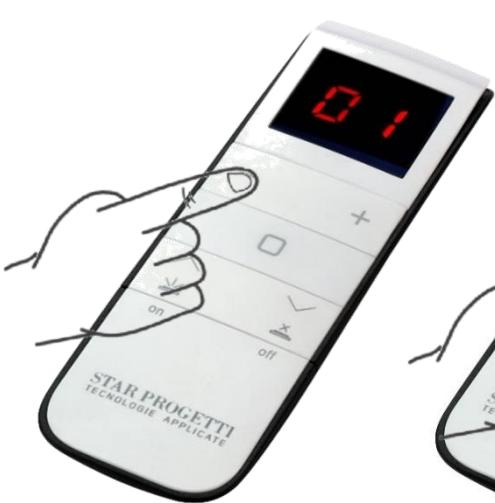

Fig.6
- Entro 10 secondi tramite i pulsanti “+” e “-“ selezionare il canale [1-12] scelto per l'assegnazione. Esempio «canale 1» Fig.6